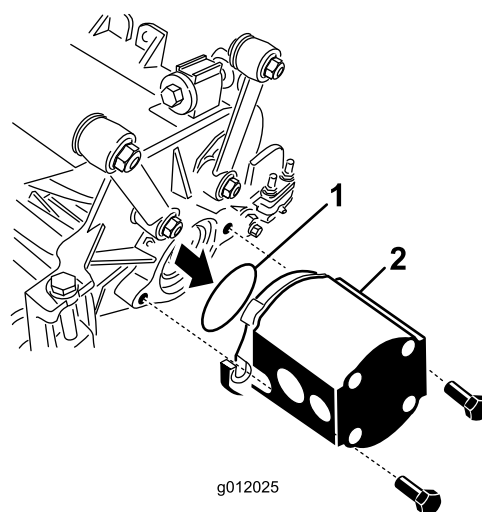

Figure 23
5. Placez le joint torique (fourni avec l'unité de coupe) sur le flasque du moteur d'entraînement (Figure 23).
6. Montez le moteur du côté entraînement de l'unité de coupe et fixez-le avec 2 vis d'assemblage fournies avec l'unité de coupe (Figure 23).